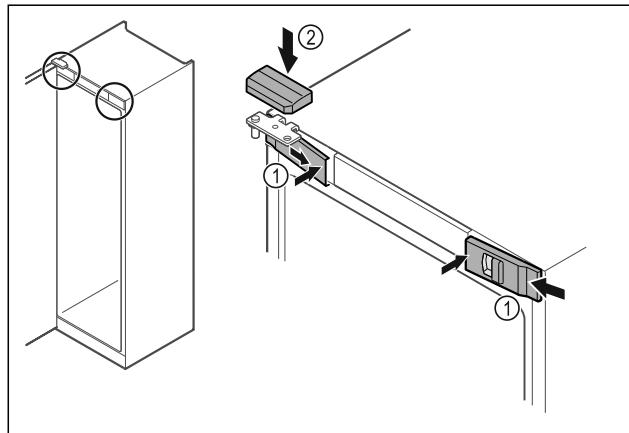

Fig. 55
- ▶ 从侧部挂入前盖板 Fig. 55 (1)并从内部将其卡紧。
- ▶ 从上方卡紧上盖板 Fig. 55 (2)。